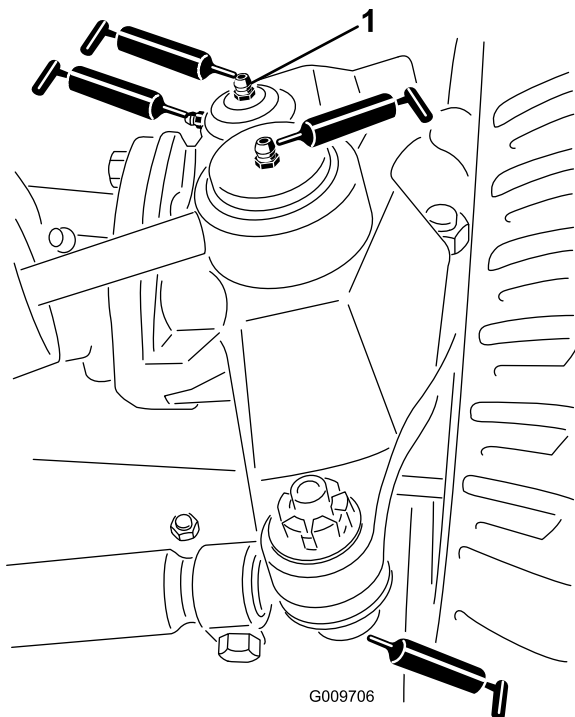

图 45
- 转向油缸球窝接头 (2) (图 45)
- 横拉杆球窝接头 (2) (图 45)
- 主销轴套 (2) (图 45)。主销顶部接头应每年润滑一次 2 个泵。